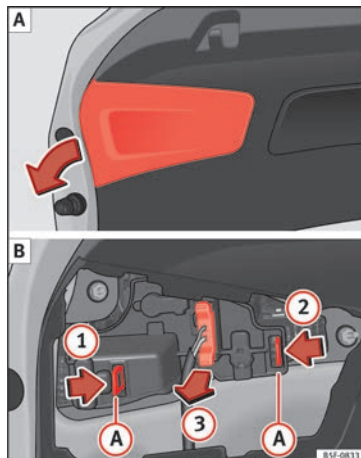

Fig. 114 Retrait du cache sur le hayon arrière et démontage du porte-ampoule.
- Retirez le cache du hayon dans le sens de la flèche » fig. 114 A.
- Déverrouillez les languettes de fixation A du porte-ampoule, en suivant le sens des flèches 1 et 2 » fig. 114 B.
- Retirez le porte-ampoule de son logement dans le sens de la flèche 3 » fig. 114 B.
- Remontez le porte-ampoule en vérifiant que les clips de fixation A » fig. 114 B sont correctement fixés.